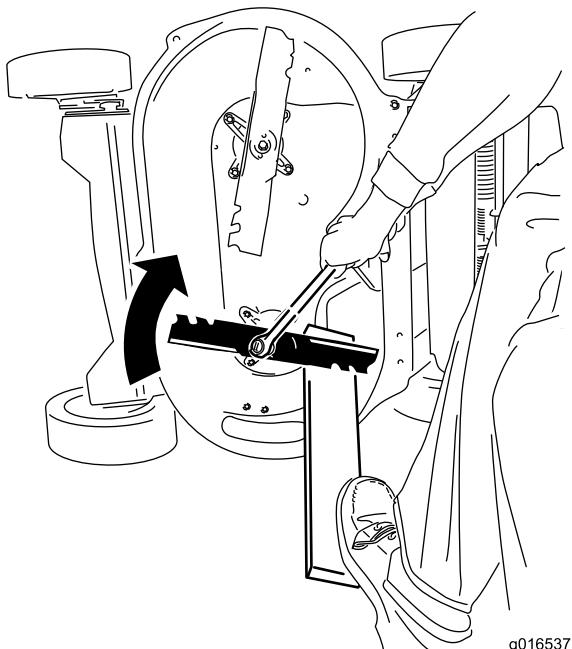

Bild 45
- Halten Sie jedes Messer mit einem Brett fest und drehen Sie die Messerschraube mit einem Drehmomentschlüssel nach rechts, wie in Bild 45 dargestellt. Ziehen Sie die Messerschraube mit 82 N·m an.